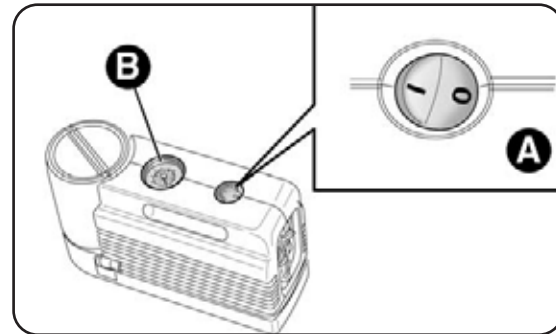
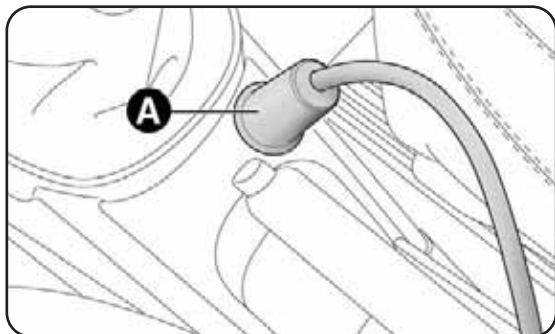

fig. 17
fig. 18
- asegúrese de que el interruptor A-fig. 17 del compresor esté en posición 0 (apagado), ponga en marcha el motor, conecte el enchufe A-fig. 18 a la toma de corriente/encendedor en el túnel central y encienda el compresor girando el interruptor A-fig. 17 a la posición I (encendido);
- infle el neumático a la presión indicada en el apartado "Ruedas" en el capítulo "6". Para obtener una lectura más precisa, compruebe el valor de la presión en el manómetro B-fig. 17 con el compresor apagado;